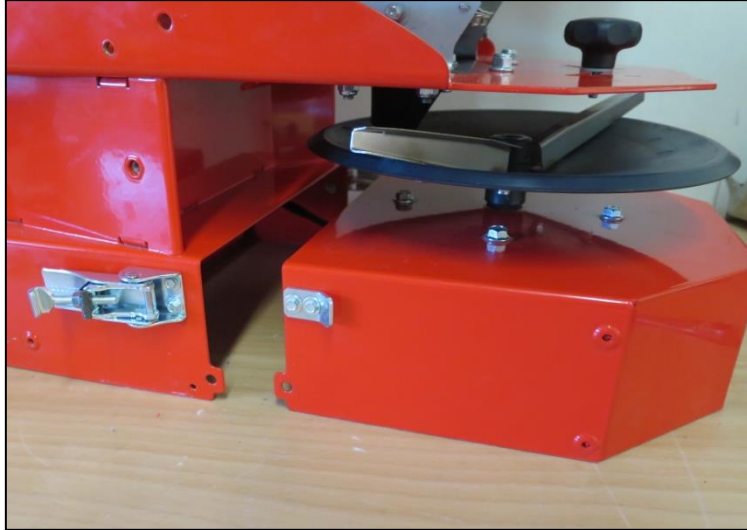

Abb.: 129
- Um das Kabel des Streutellermotors am Multidosierer anzuschließen, positionieren Sie den Tellerrahmen so wie auf Abb.: 129 dargestellt.